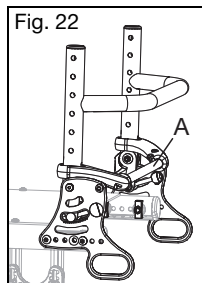
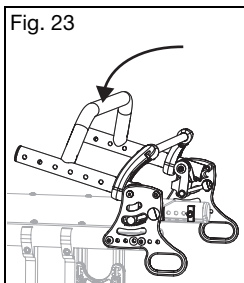

Fig. 22
Fig. 23
ADVERTENCIA: No levante la silla de ruedas usando la barra de liberación (Fig. 22:A). Levantar la silla de ruedas usando la barra de liberación puede ocasionar fallas en las piezas, lo que puede provocar una caída y lesiones graves o la muerte.
1. Levante la barra de liberación posterior (Fig. 22:A), ubicada detrás del chasis del espaldar, para liberar el seguro y doblar hacia abajo hacia el chasis del asiento (Fig. 23). Para volver a engancharla en su lugar, tire de la barra de liberación hacia afuera y la parte posterior se soltará y podrá empujarla hacia la posición vertical. El espaldar se enganchará automáticamente en el chasis lateral.
1. Inclínese hacia adelante ligeramente para quitar la carga de los pasadores de enganche y luego tire hacia arriba de la barra de liberación (Fig. 23:A) e inclínese hacia atrás en la posición relajada.